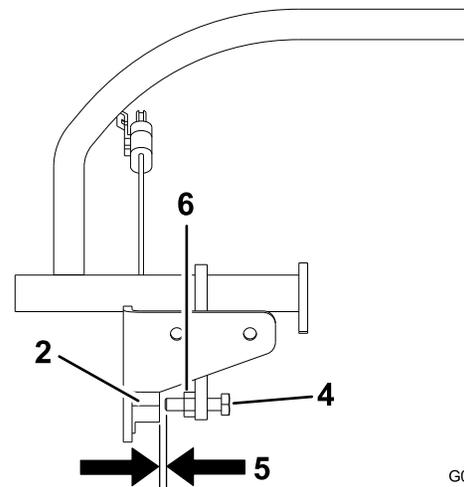

Figure 57
- Vérifiez la distance entre le boulon et le contacteur de proximité. Elle doit être comprise entre 1,27 et 2,29 mm (0,050 et 0,090 po) (Figure 57).
- Si un réglage est nécessaire, desserrez l'écrou de blocage et réglez le boulon à la bonne distance. Serrez l'écrou de blocage après avoir réglé le boulon (Figure 57).
- Vérifiez que le boulon fixé au levier de commande de déplacement est aligné sur la cible du contacteur de proximité (Figure 57).
- Au besoin, desserrez les boulons et réglez le contacteur de proximité jusqu'à ce que la cible soit alignée sur le boulon fixé au levier de commande de déplacement (Figure 57).